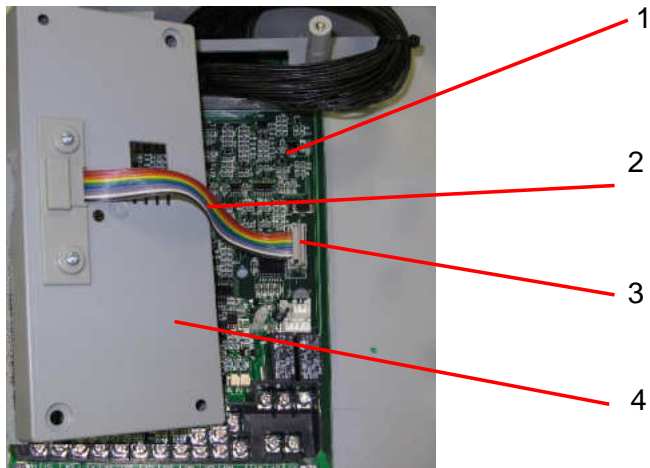

Рис. 7.34
7.16.1. Взять рамку (табл.4.1, поз.7; рис.7.34, поз.4), со шлейфом 2 (рис.7.34), соединить разъем шлейфа с разъемом платы центрального процессора 1 и закрепить фиксирующей скобой 3 (рис. 7.34).